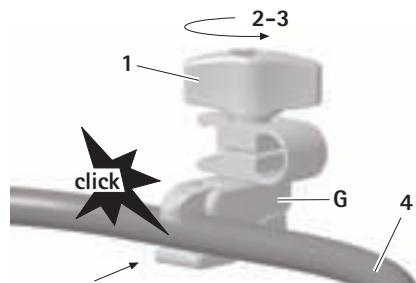

Fig. 6
- ▶ Fijar con un clic la grapa G en la posición deseada sobre el marco 4 (BV814R/BV815R), ver Fig. 6.